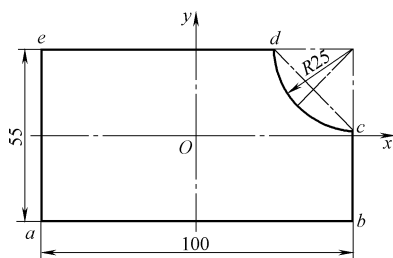

图 3-8
12. 图 3-8 所示为一冲切下料工件，试在图示坐标系中计算确定其压力中心。